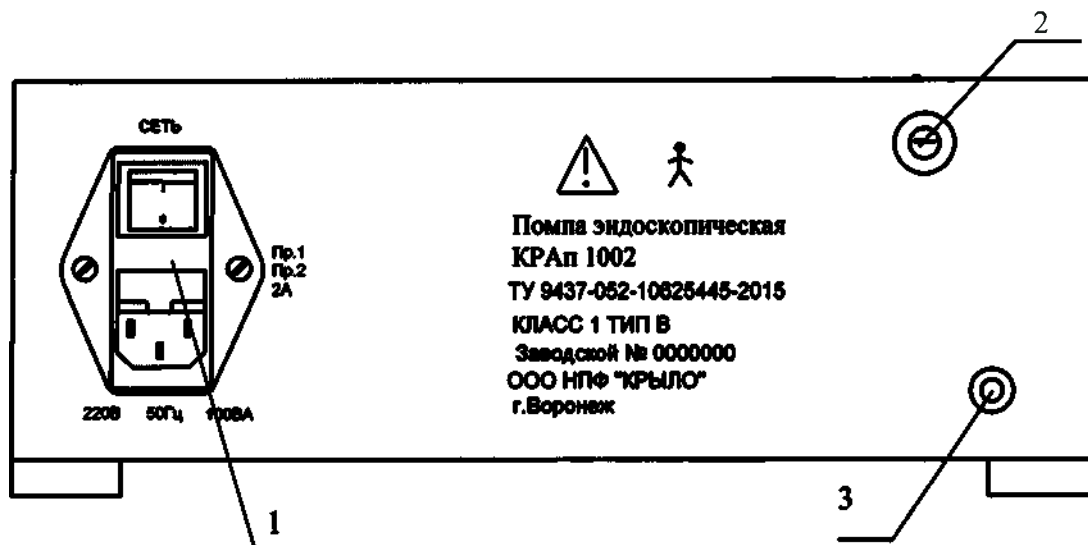

Рис.2
3.3.2. На задней панели блока управления помпы (рис. 2) расположены: